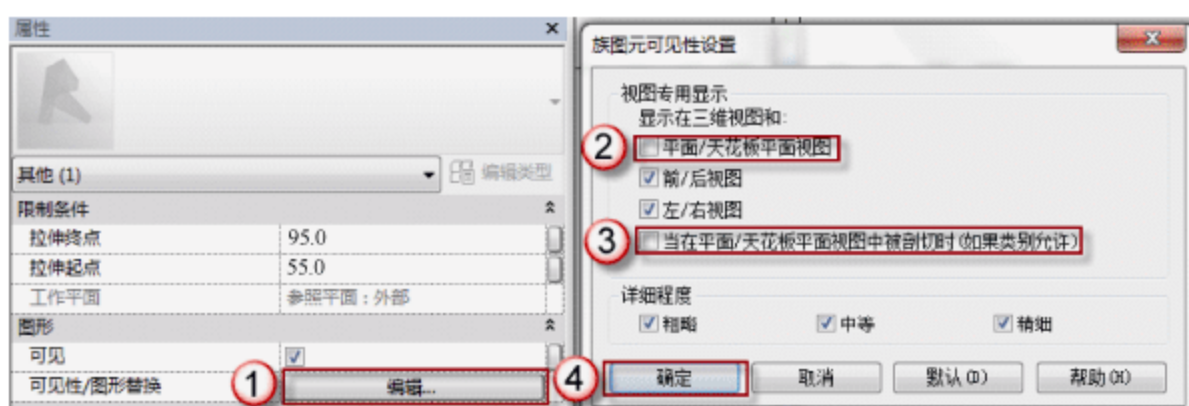

图 7.2.42 修改 MQ7196 转角幕墙户窗框的可见性
(16) 修改 MQ7196 幕墙窗框的可见性。在 MQ7196 幕墙窗框的“属性”面板中，单击“图形”栏“可见性/图形替换”后的“编辑”按钮，弹出“族图元可见性设置”对话框，取消“平面/天花板平面视图”和“当在平面/天花板平面视图中被剖切时（如果类别允许）”复选框的选择，单击“确定”按钮，如图 7.2.42 所示。